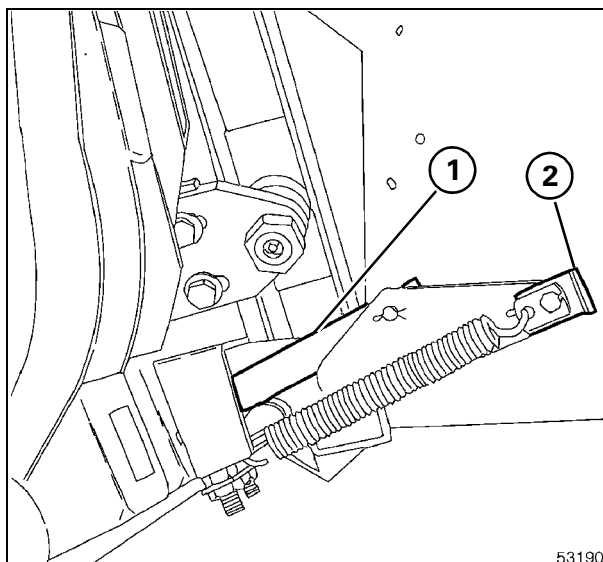
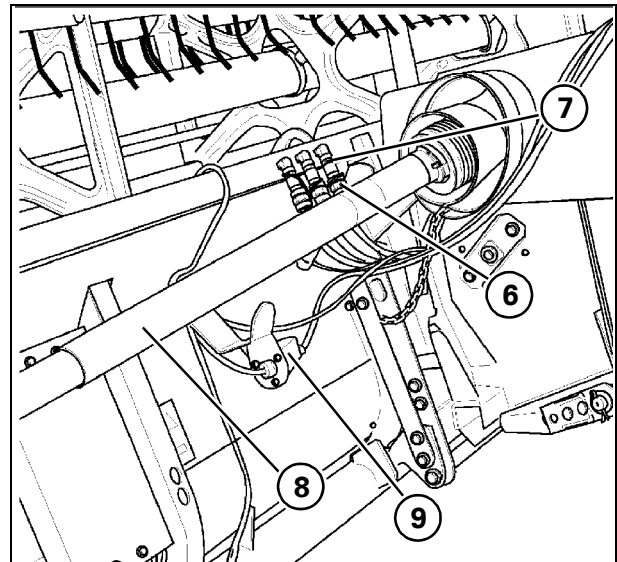

Рис. 13
Рис. 16
УСТАНОВКА - Рис. 13 – Рис. 16
- 3.) Проверить, что предохранительные фиксаторы (1) на обеих сторонах втянуты; рычаг управления (2) должен быть установлен, как показано на Рис. 13.